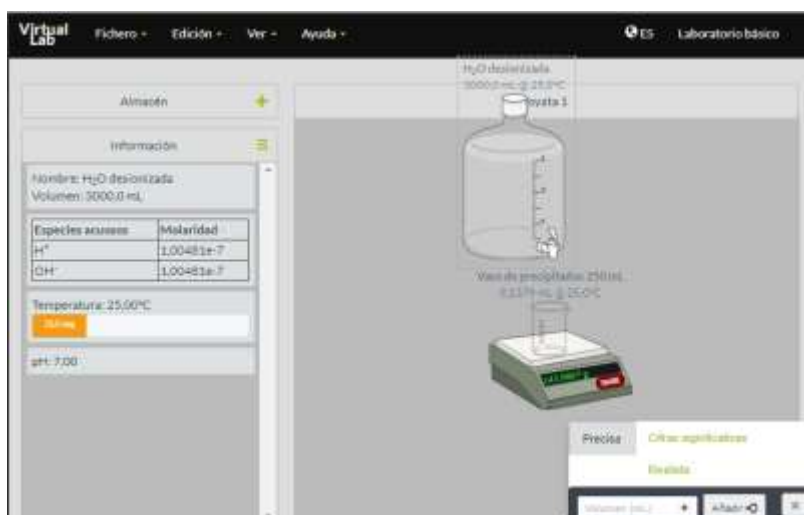

Figura 4. Simulador *Making stock solutions from solids*.
- Lleve el agua desionizada del **Almacén** a la **Poyata**, colóquela sobre el vaso de precipitados y añada 200 [cm3] (figura 4).